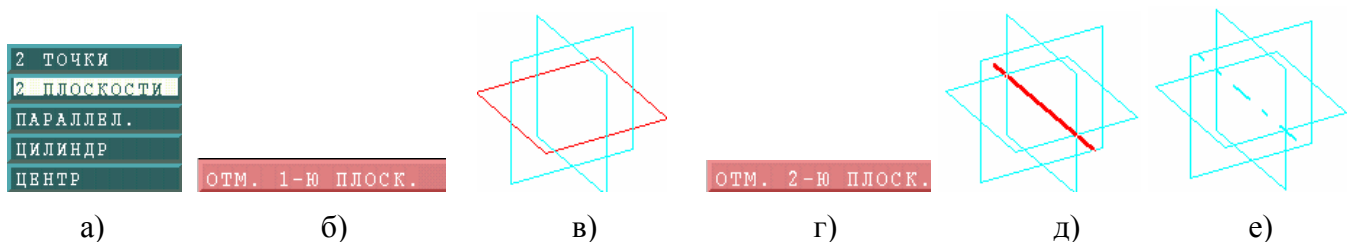

Рисунок 5 – Построение базовой оси
- 1.3.2.3. В верхней части экрана открывается меню (рисунок 5а), где выбираем пункт **2 ПЛОСКОСТИ**.
- 1.3.2.4. После этого система просит указать первую плоскость (рисунок 5б).
- 1.3.2.5. Отмечаем первую плоскость – она становится выделенной (рисунок 5в).
- 1.3.2.6. Затем система просит указать вторую плоскость (рисунок 5г).
- 1.3.2.9. Для того чтобы выйти, нажимаем кнопку **F5**, после чего вид оси изменится (рисунок 5е).